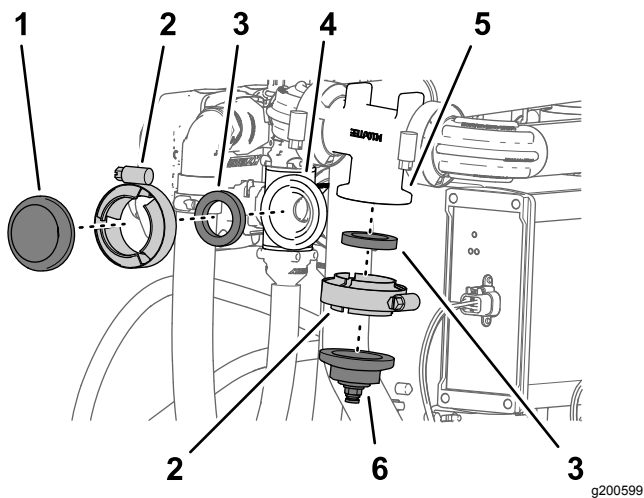

Figura 135
1. Retire a braçadeira de flange e junta que prendem a tampa direita à flange da válvula do bico 10 (Figura 135).
2. Retire a braçadeira de flange e a junta que prendem a junta e união do tubo na flange do coletor do fluxímetro (**Figura 135**).